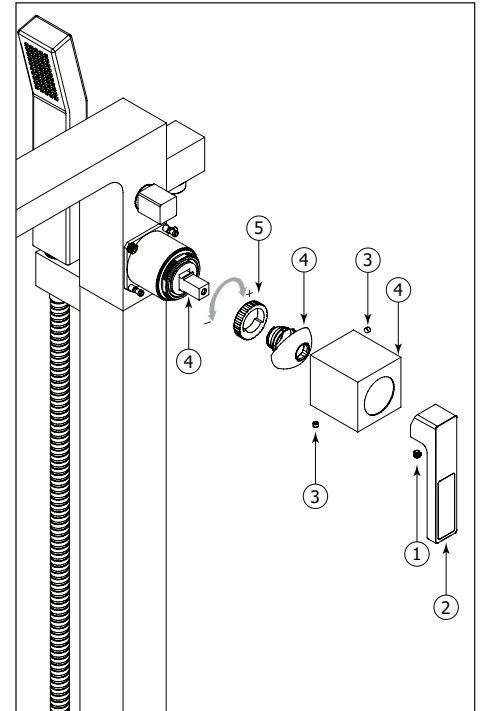

Fig.6
The highest temperature needs to be set at or under 120°F (49°C). It can be adjusted as follow: Remove the set screw (1), the handle (2), the screws (3) and the cartridge holder (4) (Fig.6). Pull out the temperature limiting ring (5) from the cartridge (6). Gradually rotate it to the left to lower the highest temperature setting or towards the right to increase it.
La température maximum doit être réglée à 120 ° F (49 ° C) ou moins. Pour l'ajuster il faut: Retirer la vis de retenue (1), la poignée (2), retirer les vis (3) ainsi le porte-cartouche (4) (Fig.6). Ensuite, retirer la bague de limite de température (5) de la cartouche (6). Tourner l'anneau graduellement vers la gauche pour diminuer la température maximale et vers la droite pour l'augmenter.